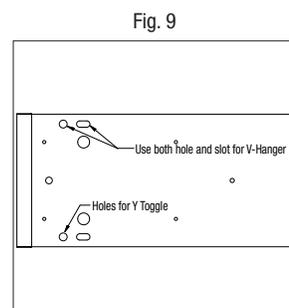

Fig. 9
2. Insérez le crochet de suspension en V dans les fentes et trous de montage du luminaire puis fermez et rabattez le crochet à l'aide de pinces sur le luminaire (Fig. 9 et 10).
1. Repérez les trous situés sur les coins derrière le luminaire puis insérez la plaque d'extrémité du câble en Y dans les trous (Fig. 9).